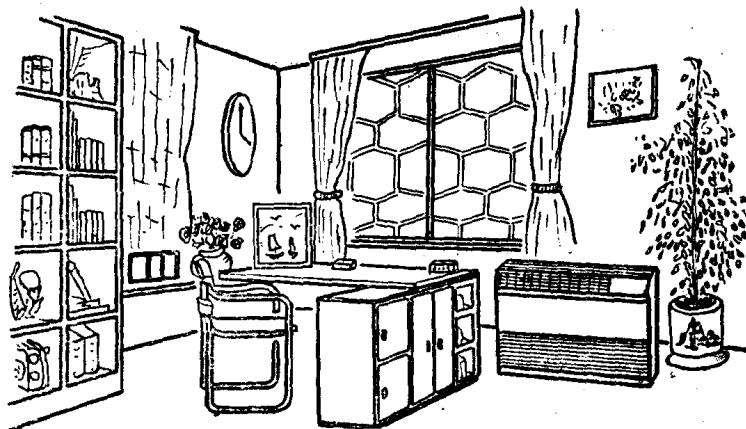

图 1-1 分体式空调器(落地式)
(1) 分体式（见图 1-1）它是将空调器分为室内部分和室外部分。装在室内部分称为室内机组，它包括蒸发器、毛细管、离心风扇、温控器及其他电器控制件等。装在室外部分的称为室外机组，它包括压缩机、冷凝器、轴流风机等。这种空调器的噪声低，震动小，冷凝温度低，室内占地小，便于安装维修。